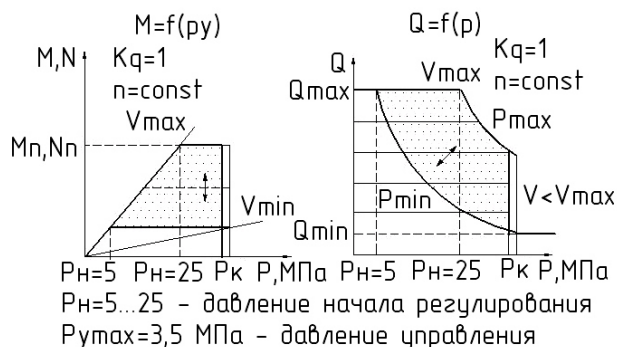

Рис. 24 – График зависимости крутящего момента M , потребляемой мощности N и подачи Q от изменения давления p .
- Пока LS распределитель закрыт, насос находится на минимальном рабочем объеме V_{min} , обеспечивая минимальную подачу Q_{min} , достаточную для поддержания давления в гидросистеме $P = 2 \text{ МПа}$ (рис. 24).